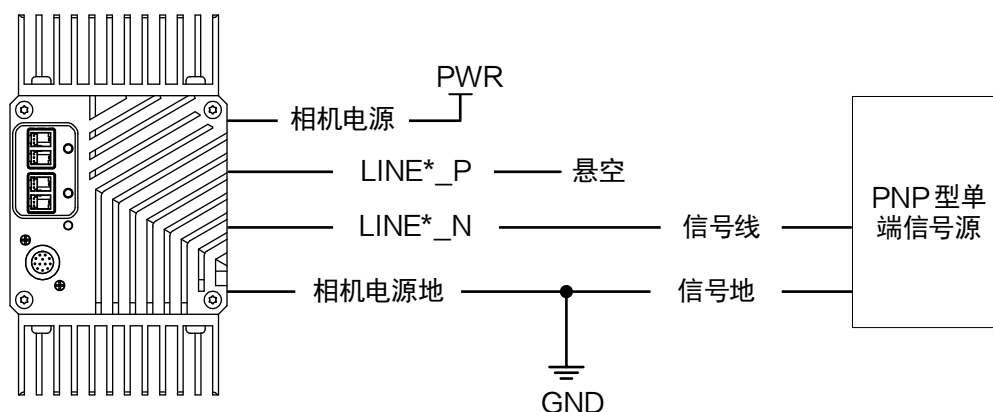
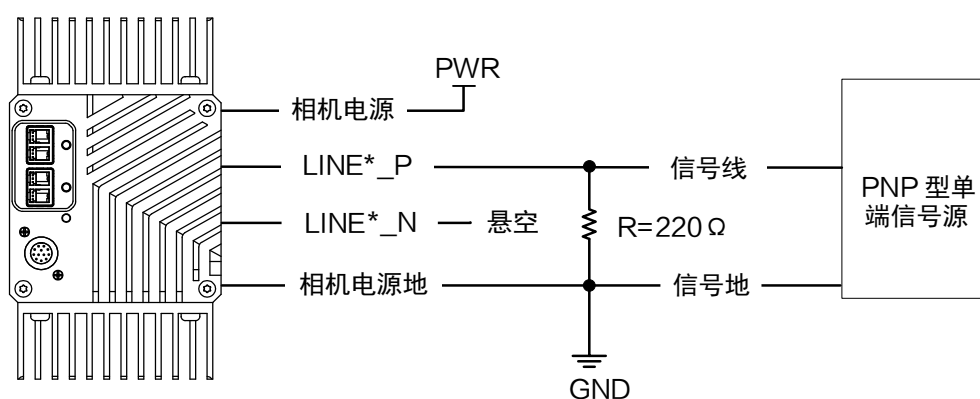

图7-4 PNP 单端输入接线
图7-5 PNP 单端输入接线（需下拉电阻）
- PNP 型单端信号源提供信号源时，有两种不同的接法，如 图7-4 和 图7-5 所示。